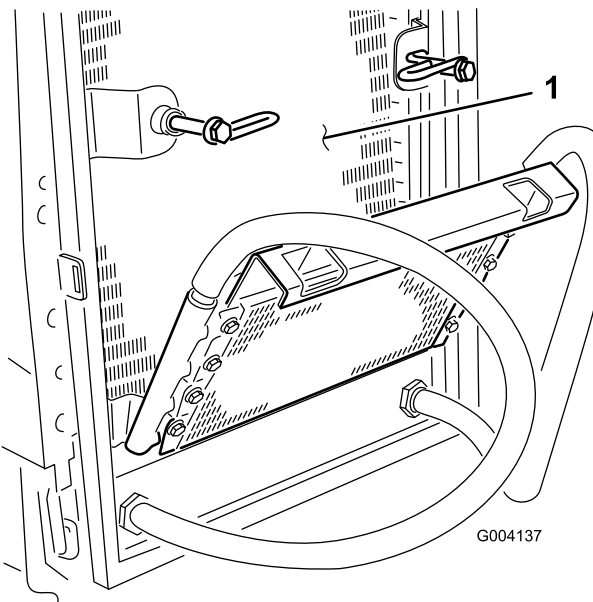

Figura 96
8. Limpie a fondo ambos lados del enfriador de aceite y del radiador (Figura 96) con aire comprimido.